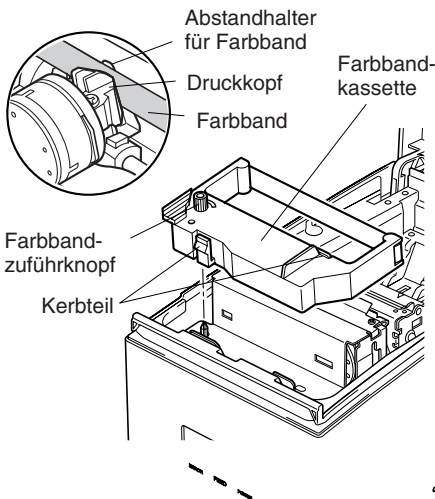

Abb. 5-2 Einlegen der Farbbandkassette
- ③ Die Farbbandkassette in der Richtung einsetzen wie in der Abbildung 5-2 gezeigt und eindrücken, bis sie hörbar einrastet. Wenn die Farbbandkassette nicht richtig sitzt, eingedrückt halten und gleichzeitig den Farbbandknopf in Pfeilrichtung drehen.
- ④ Um Schlaufen im Farbband aufzuwickeln, den Farbbandzuführknopf der Farbbandkassette in Pfeilrichtung drehen.
- ⑤ Druckerabdeckung schließen.